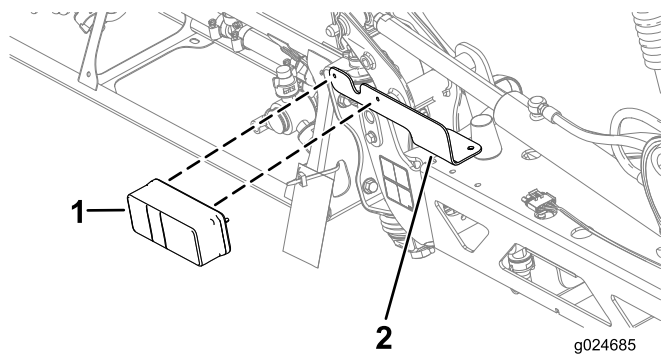

Figura 11
- Alinhe o conjunto de luzes traseiras com o suporte de luzes traseiras com as lentes âmbar para a parte de fora (Figura 11).